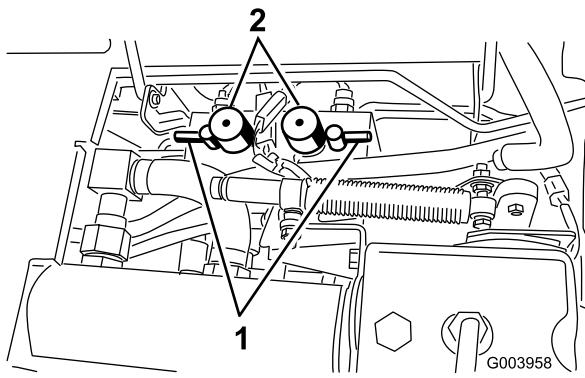

Figura 83
5. Ponga los mandos de velocidad de ambos molinetes en la posición 1 (Figura 83).
6. Seleccione la palanca de autoafilado correspondiente a los molinetes a autoafilarse: delantero, trasero o ambos (Figura 83).